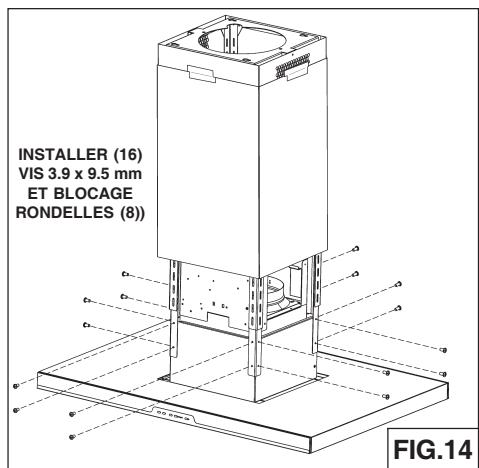

FIG.14
1. Réglez la hauteur totale de la structure de support. Désserrez et resserrez les 4 vis dans les **fissures permettant de régler la hauteur** selon ce qui est nécessaire. Installez 16 vis (3.9x9.5mm), et 8 rondelles (D.6.4x12.5mm) qui se trouvent à l'intérieur du sachet accessoires (Fig. 14).